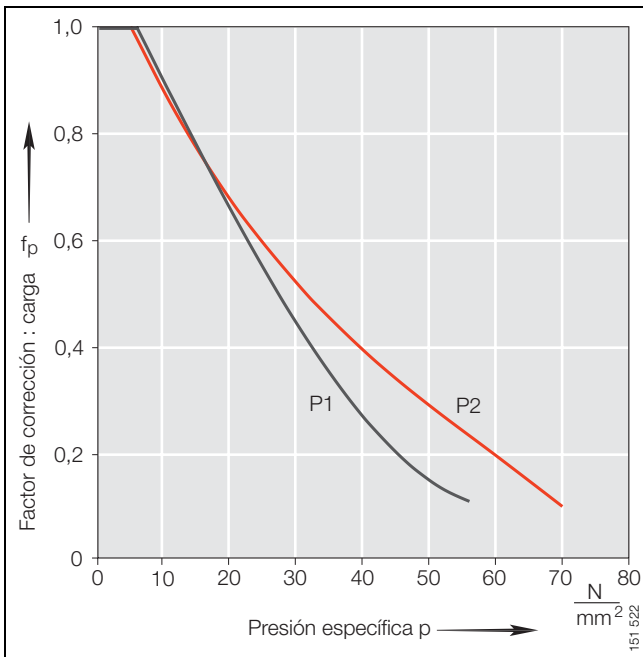

Figura 4 · Factor de corrección: carga  $f_p$ , Permaglide® P1, P2
Factor de corrección: carga, figura 4, página 15
- Factor de corrección: carga  $f_p$ , figura 4, página 15